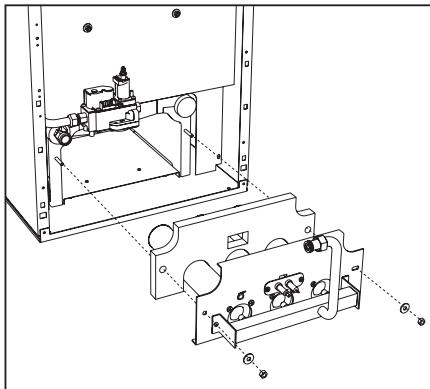

рис. 23 - Демонтаж горелок
- Развинтите две гайки крепления дверцы камеры горения к чугунным элементам корпуса котла (рис. 23)